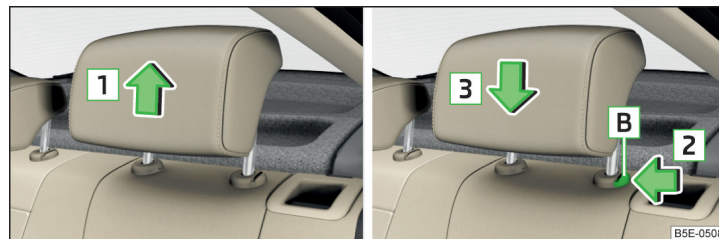

Fig. 69 Tetiere spate: deplasarea în sus/deplasarea în jos
- Prindeți tetiera și deplasați-o **înspre în sus** în sensul săgeții **1** » fig. 69.